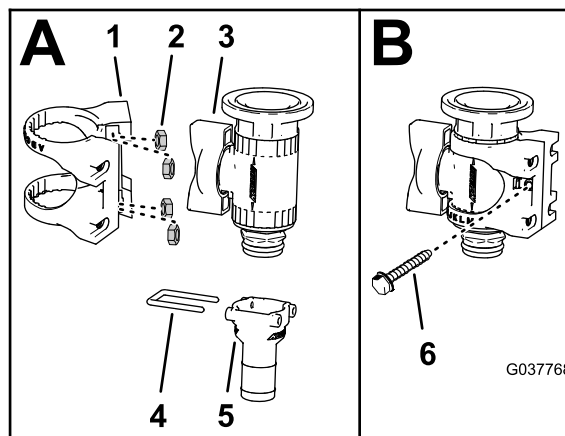

图87
1. 如果未安装请将 4 个不锈钢螺母插入用于法兰切断阀的尼龙支架中的槽图87。
2. 从切断阀上卸下直通宝塔接头3/4 英寸和卡环图87。
- 如**图87** 所示将法兰切断阀装入尼龙支架。
- 如**图87** 所示用螺丝6-32 x 5/8 英寸将尼龙支架固定到法兰切断阀上。